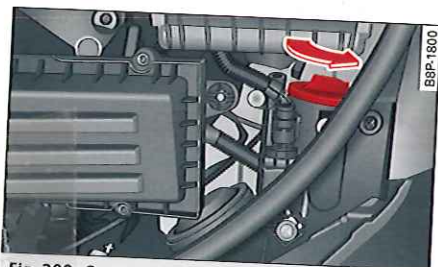

Fig. 209 Compartiment-moteur : retrait du couvercle du boîtier (feu de croisement côté gauche)
- ▶ Tournez le couvercle dans le -sens de la flèche- *⇒ fig. 209* et retirez-le.